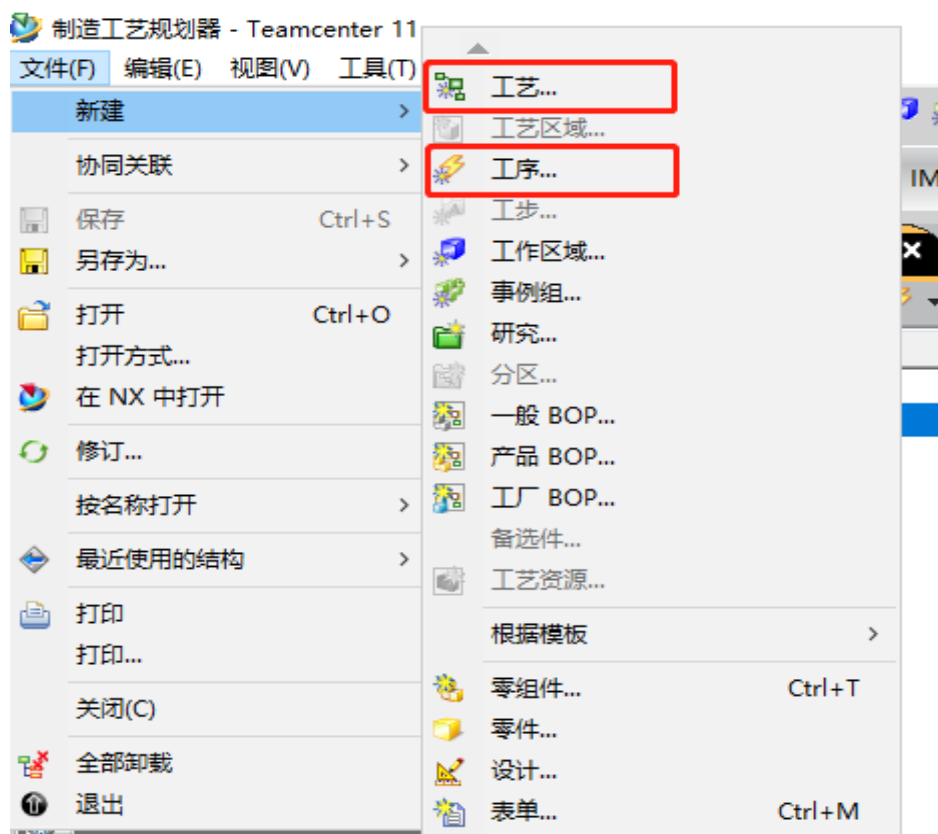

图 1
1) 进入制造工艺规划器，通过文件->新建->工艺和文件->新建->工序来新建需要的基本工艺结构（如图 1）。